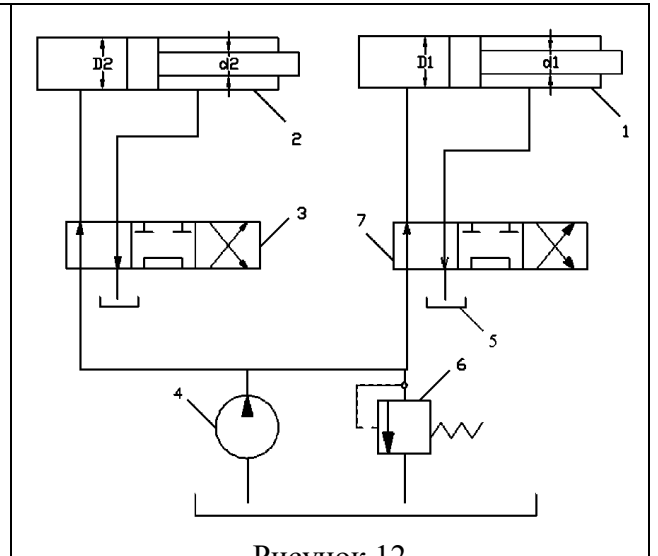

Рисунок 12
12. В объемном гидроприводе (рис. 12) поршень гидроцилиндра 1 диаметром  $D_1 = 100$  мм движется вправо со скоростью  $v_1 = 2$  м/с, а поршень гидроцилиндра 2  $D_2 = 80$  мм движется вправо со скоростью  $v_2 = 5$  м/с. Уплотнение поршня в каждом гидроцилиндре манжетное. Утечка масла в гидроаппаратуре составляет  $\Delta Q = 180$  л/м. Определить подачу, развиваемую насосом 4.